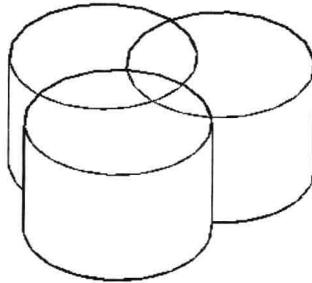

图 9-1-8
- (1) 打开素材文件“9-1-2.dwg”，内含三个圆柱体，如图 9-1-8 所示。